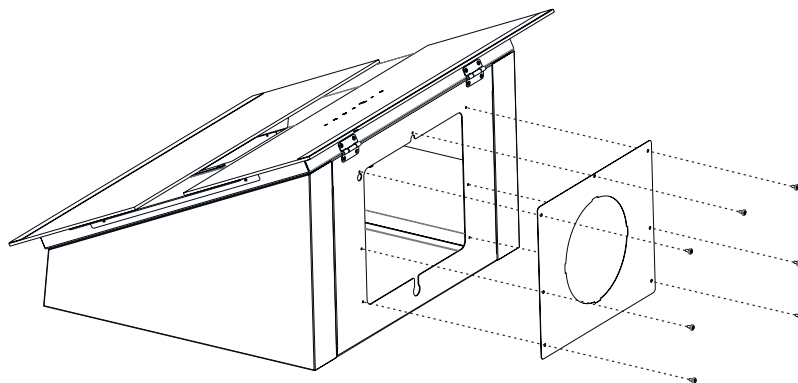

Fig. 11
2. ➔ Montér adapterplade til emhætten med 6 stk 3,5x6,5 skruer (Fig. 11).